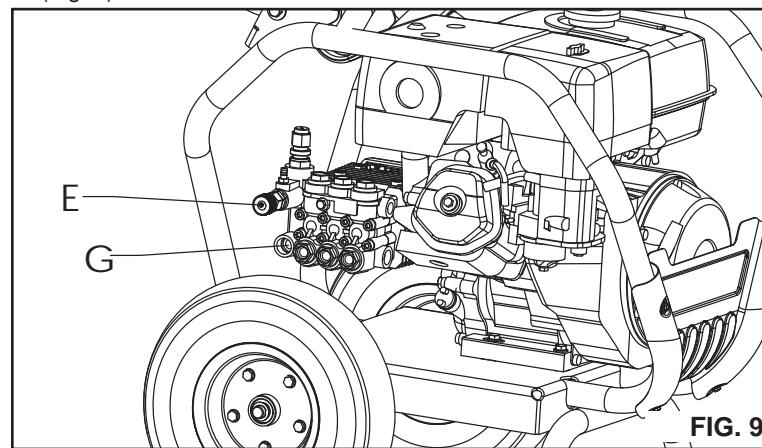

FIG. 9
6. **Conecte** el suministro de agua a la entrada de la bomba (G). **NOTA:** El agua suministrada debe tener un promedio de 18,925 l/min (5 galones) por minuto a 137,8 kPa. (Fig. 9)